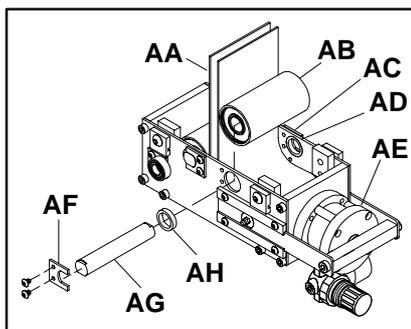
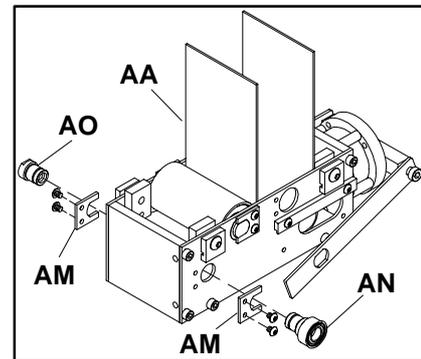

Figure 13
Figure 16
Retirez l'ensemble poulie de tension (AB de la figure 13) le plus proche de l'extrémité de tension (AE) de l'entraînement au centre.
Retirez l'ensemble poulie d'entraînement en retirant les clips de retenue de l'arbre (AM de la figure 16) des deux côtés de la poulie d'entraînement.
Remontez l'entretoise de maintien (AN de la figure 16) de l'arbre d'entraînement d'extérieur et l'entretoise de maintien de la
Rentrez la pièce d'écartement de la poulie de tension (AH de la figure 13) dans la plaque latérale jusqu'à ce qu'elle soit à la même hauteur que la face intérieure de la plaque.
Remontez et fixez toutes les attaches de retenue de l'arbre (AF de la figure 13 et AM de la figure 16) qui ont été retirées ou desserrées lors du changement de bande, et serrez-les fortement.